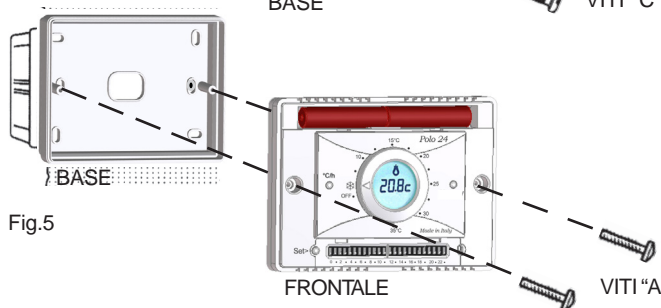

Fig.5
- 2 - Fissare il FRONTALE alla BASE con le viti "A" (Fig.5).